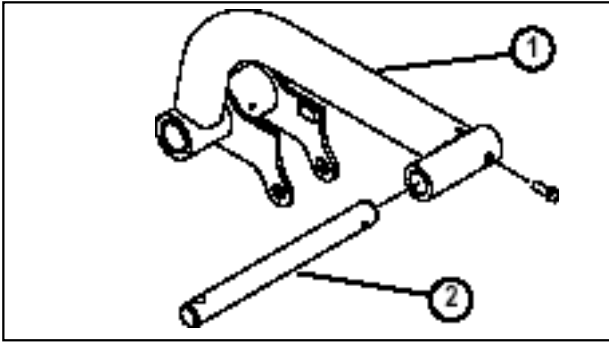

図13
2. 左右の昇降アームにそれぞれピボット・ロッドを差し込み、取り付け穴を整列させる(図13)。